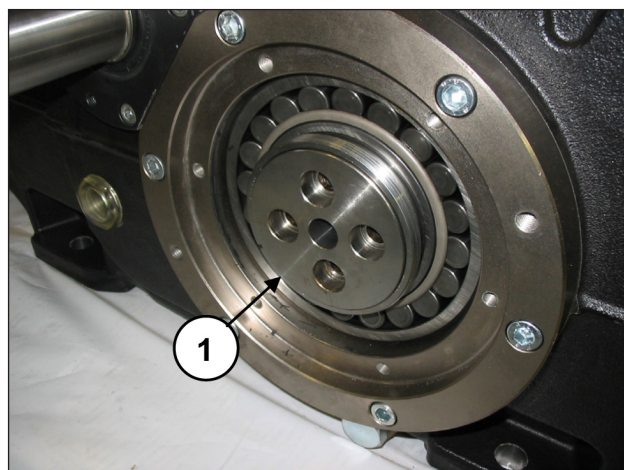

Fig. 15
Laisser les flasques de retenue de la douille dans leur siège (rep. ①, Fig. 15).